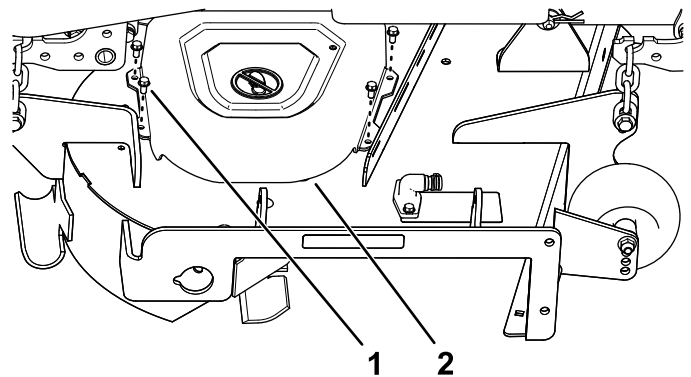

Figure 7
3. Retirez les 4 vis ( $\frac{1}{4}$ " x  $\frac{1}{2}$ " ) qui fixent le couvercle de courroie droit et déposez le couvercle (Figure 7).